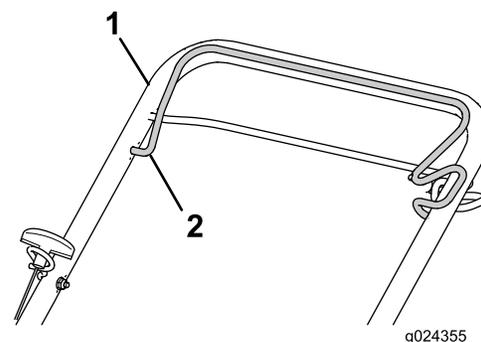

Рисунок 16
3. Удерживайте штангу управления ножом прижатой к верхней рукоятке (Рисунок 16).